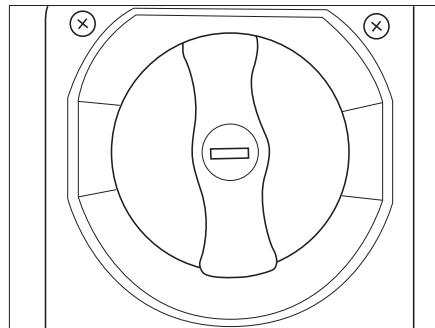

Fig. 66 Apertura di riempimento del serbatoio dell'acqua potabile
- Riempire il serbatoio dell'acqua potabile con un tubo adatto o una tanica attraverso l'apposita apertura di riempimento (Fig. 66).